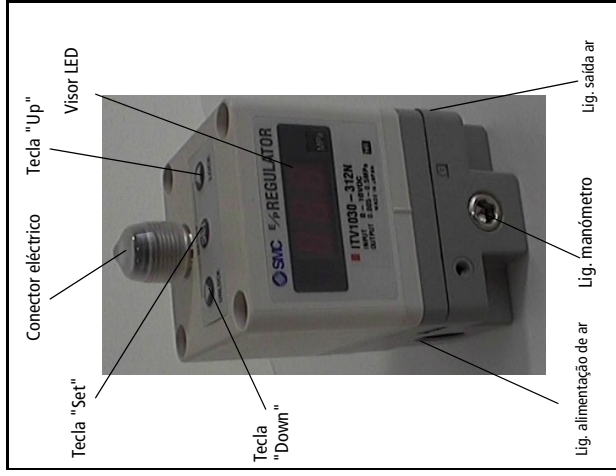

Fig 1 - Características principais do ITV
Prima as teclas Para cima e Para baixo (Fig 1) simultaneamente durante mais de 3 segundos.
Aparece 'Loc' no visor (Fig 1) quando se pressiona alguma tecla.
- Prima a tecla Para baixo (Fig 1) durante mais de 2 segundos.
- Prima a tecla 'Set' (Fig 1) para desbloquear.
Nota: Para cancelar prima a tecla para cima (Fig 1).
- Prima a tecla Para cima (Fig 1) durante mais de 2 segundos.
- Prima a tecla 'Set' (Fig 1) para bloquear.
Nota: Para cancelar prima a tecla Para baixo (Fig 1).
Se for detectada alguma anomalia pelo ITV1000, o visor LED (Fig 1) mostra 'Er' seguido de um número de código. Isole a fonte de alimentação e solucione o problema. Volte a accionar a fonte de alimentação depois de corrigir a falha.